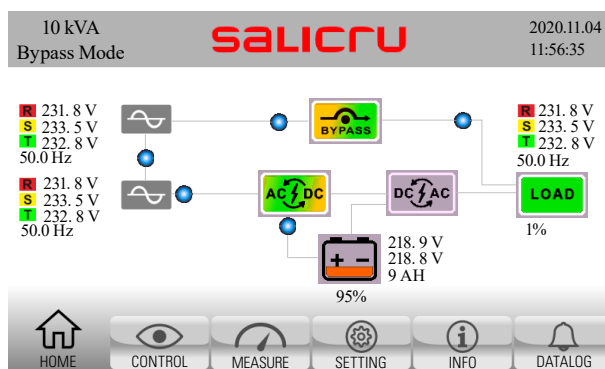

Fig. 56. Écran principal en mode bypass. Le flux d'énergie passe de l'entrée de bypass à la sortie directement, à travers l'interrupteur statique de bypass.
2. Les charges sont alors alimentées directement depuis la ligne de bypass statique. Vérifier que le synoptique de l'équipement correspond à celui de la Fig. 56 (équipement en mode bypass).
11. L'alarme <3A> **maintain is open** (Contact bypass de maintenance ouvert) disparaît. Vérifier que le synoptique de l'équipement correspond à celui de la Fig. 56 (équipement en mode bypass).
- b. L'onduleur passe automatiquement du mode attente au mode bypass, les charges sont alors alimentées directement depuis la ligne de bypass statique. Vérifier que l'alarme <OB> EPO active (EPO activé) disparaît. Vérifier également que le synoptique de l'équipement correspond à celui de la Fig. 56 (équipement en mode bypass).